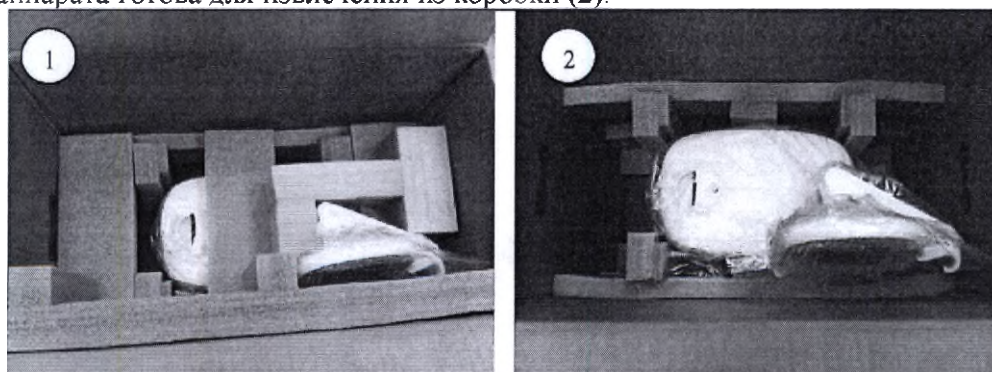

Рисунок 7.3: Извлечение аппарата из тары (2)
3. Ссылаясь на Рисунок 7.3: поднимите и удалите верхнюю распорку из пенопласта (1); теперь панель аппарата готова для извлечения из коробки (2).